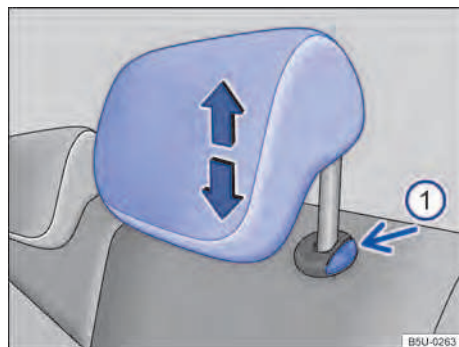
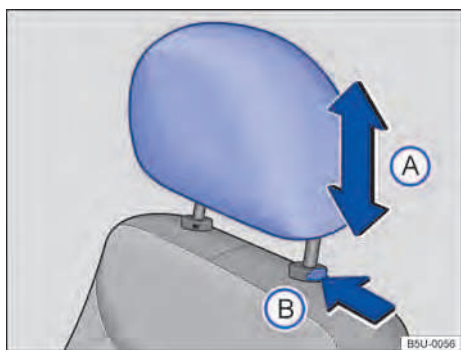

Fig. 59 Apoyacabezas trasero: ajustar, montar y desmontar.
Fig. 58 Apoyacabezas delantero: ajustar, montar y desmontar.
- Empujar el apoyacabezas hacia arriba o hacia abajo en el sentido de la flecha → **fig. 58 (A)** → **▲** en *Introducción al tema* de la pág. 67.
- Mover el apoyacabezas hacia arriba o hacia abajo en el sentido de la flecha con la tecla → **fig. 59 ①** presionada → **▲** en *Introducción al tema* de la pág. 67.
- Presionar la tecla → **fig. 58 (A)** o → **fig. 59 ①** en el sentido de la flecha. Retire el apoyacabezas mientras presiona la tecla.
- Empujar el apoyacabezas completamente hacia abajo con la tecla → **fig. 58 (A)** presionada.
- Empujar hacia abajo el apoyacabezas con el botón → fig. 59 ① presionado.